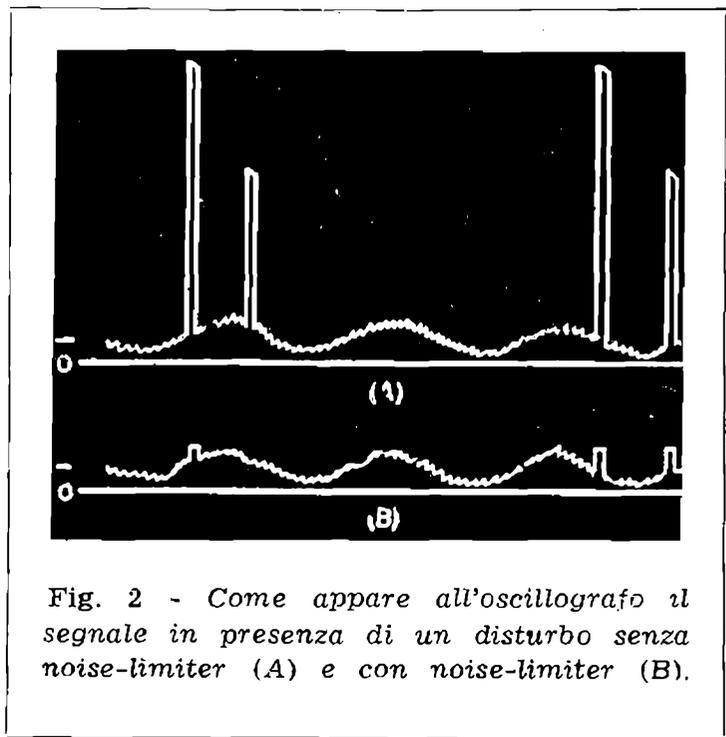

Fig. 2 - Come appare all'oscillografo il segnale in presenza di un disturbo senza noise-limiter (A) e con noise-limiter (B).
La fig. 2 mostra come appare all'oscillografo un segnale frammisto al disturbo (A) e lo stesso segnale col «noise limiter» inserito (B).